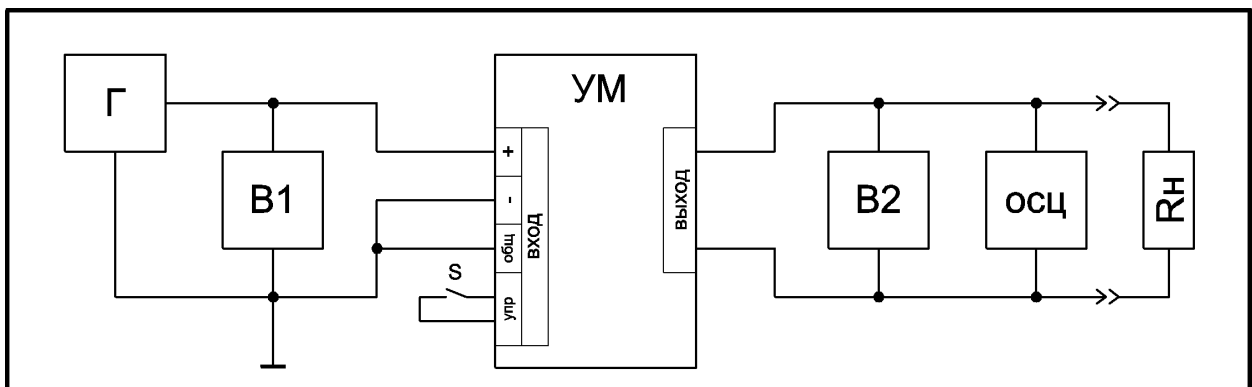

Рис.2 Схема измерений
10.4. Измерения проводят по несимметричной схеме подачи входного сигнала, приведенной на рис. 2. Генератор сигналов подключают поочередно ко входам 1, 2 и 3, подавая сигнал на контакты, обозначенные знаком «+», а контакты, обозначенные знаком «-» соединяют с общим проводом.(см. схемы разъемов). При подаче сигналов на вход 2 и 3 с помощью переключателя S подают сигналы управления для активации этих входов (см. п.п. 9.6., 9.7.)